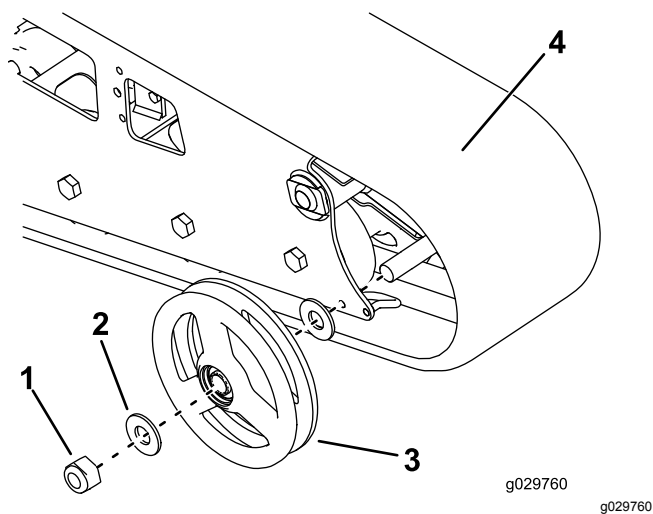

Figure 62
7. Retirez l'écrou de fixation de la roue avant extérieure et déposez la roue (Figure 62).
8. Déposez la chenille (Figure 62).
9. Retirez les 2 grandes rondelles des roues extérieures (1 de chaque côté de chaque roue) (Figure 62).
12. Posez la chenille neuve (Figure 62).
13. Posez la roue avant extérieure et fixez-la avec l'écrou retiré précédemment (Figure 62).